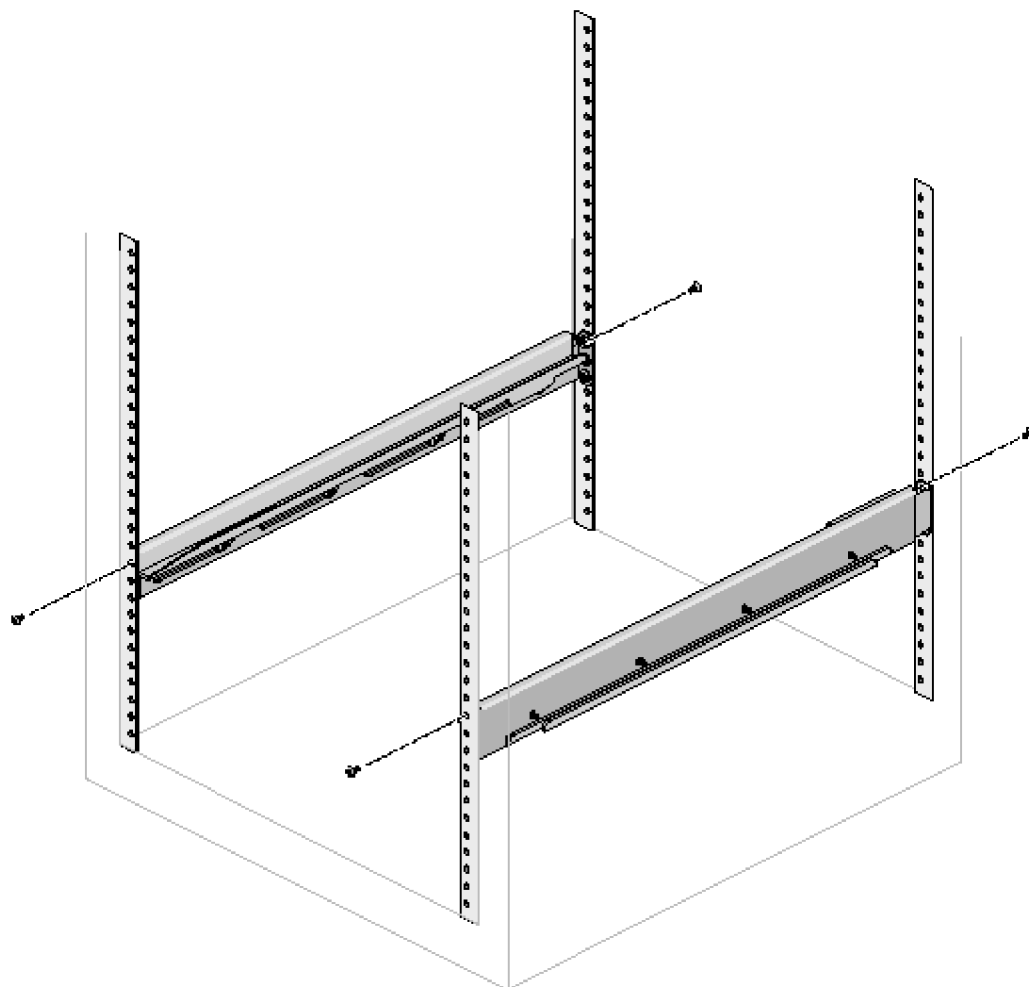

Figure 1-20 Disposition des rails du châssis
2. Placez le rail de châssis à droite à l'emplacement sélectionné et fixez-le au moyen d'une vis par le trou supérieur à l'avant du rail (reportez-vous à la figure 1-20).